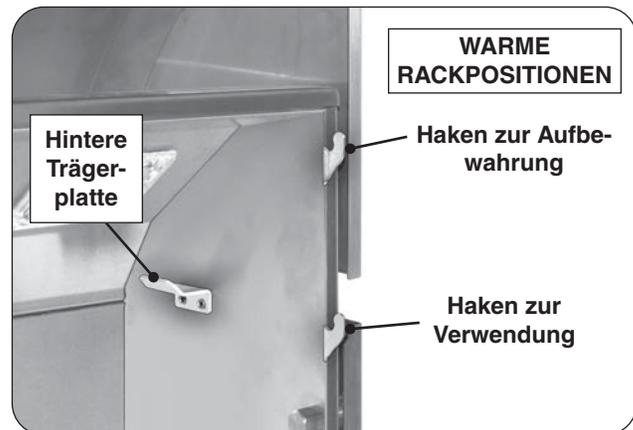
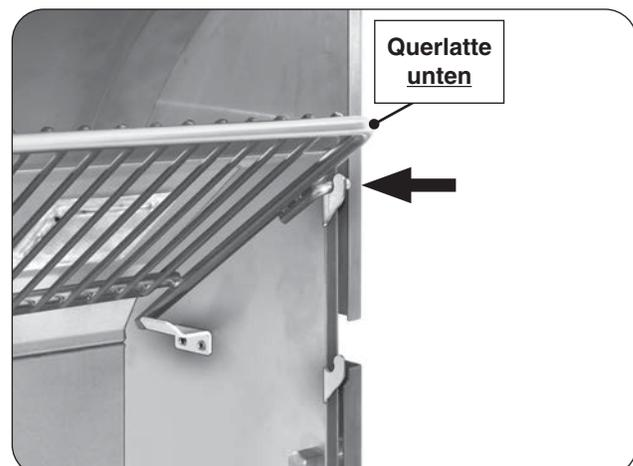

Abb. 20-2 Rack-Haken erwärmen
Abb. 20-4 Stellen Sie das Rack in die Aufbewahrungsposition
1. Suchen Sie die Wärmeständerhaken und hinteren Stützen am oberen Teil des Grillofens (siehe Abb. 20-2).
Verwenden Sie die oberen Haken zur Aufbewahrung (siehe Abb. 20-2 und Abb. 20-4).